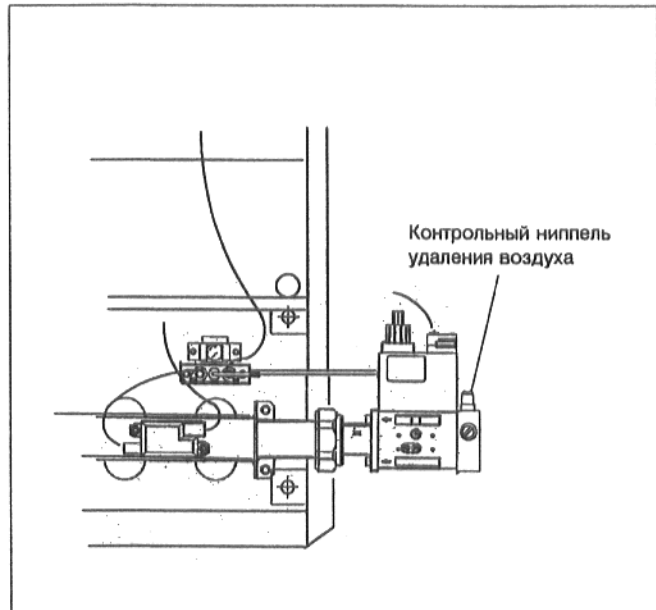

Рис. 2
- Осуществить подключение газа согласно техническим правилам предприятия по газоснабжению (таблица 1 и рис.2). Подключение линии подачи газа к горелочному устройству должно производиться без механических нагрузок.
- Ослабить резьбовую пробку контрольного ниппеля удаления воздуха (рис.2).
Рис. 2а